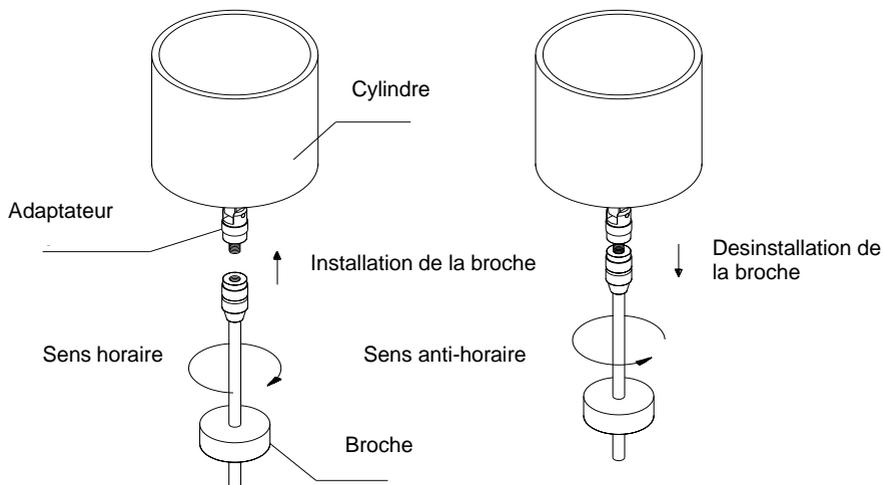

Figure 11
- La broche et le joint universel étant reliés par un filetage à gauche, la fixation ou la dépose de la broche doit être effectuée dans le bon sens de rotation (Figure 11), sinon le joint universel sera endommagé.